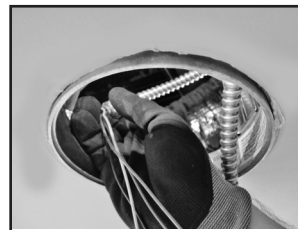

Figure 23.
- Alimentez les câbles d'alimentation à partir de l'assemblage pilote retrofit en passant par l'entrée défonçable qui a été retirée dans la boîte de jonction, et insérez le connecteur à pression à l'intérieur de la boîte de jonction (Figure 23.).